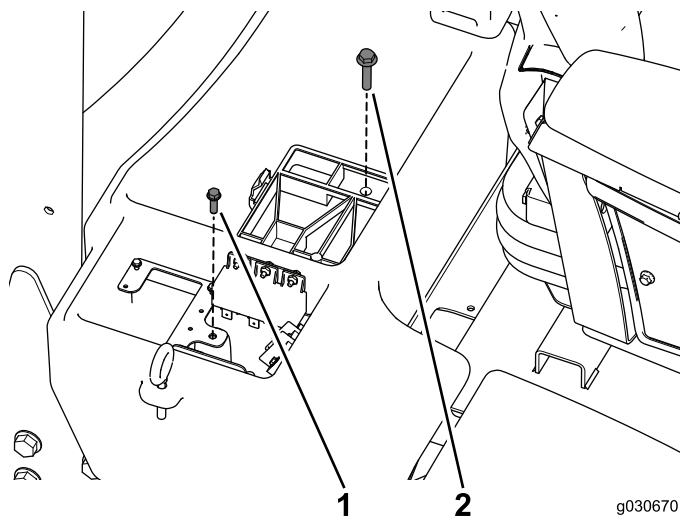

Figura 5
4. Retire e guarde o parafuso que prende a placa de reforço e o parafuso que prende o compartimento da bateria (Figura 5).